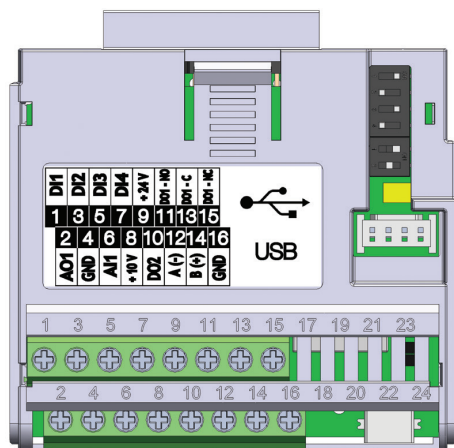

Figura 19.3: Módulo Plug-in CFW500-CUSB
O módulo plug-in CFW500-CUSB tem a interface Serial (1) através da porta RS485 nos bornes 12 (A-) e 14 (B+), bem como a interface Serial (2) através da porta USB no conector padrão mini USB (mini B), veja Figura 19.3 na página 19-1.